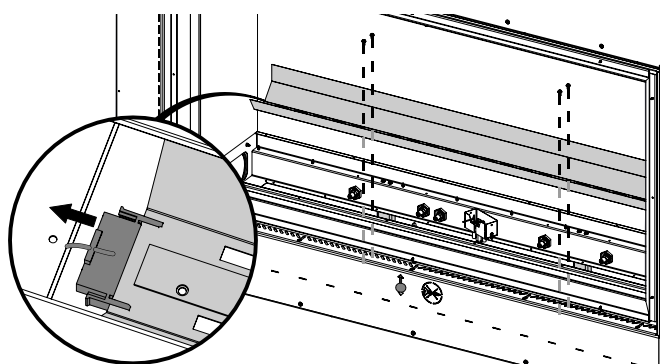

Fig. 3
6. Déconnectez les fils aux deux extrémités de la bande de LED (**Fig. 3**).
7. Retirer le kit de bande LED en enlevant les vis de fixation. Remplacer et réinstaller les composants (**Fig. 3**).